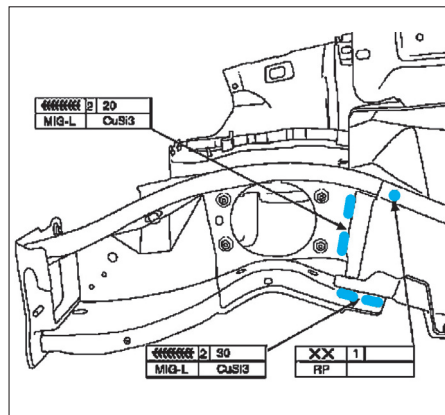

FIG. 18
- Positionner et souder l'intérieur de la partie avant du longeron (fig. 18).